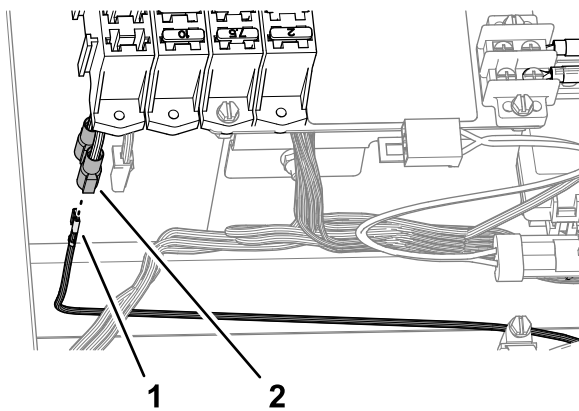

Figura 20
3. Ligue o conector de forquilha isolado rotulado OPTIONS POWER do bloco de fusíveis ao terminal de forquilha rotulado HORN POWER da cablagem do kit (Figura 20).